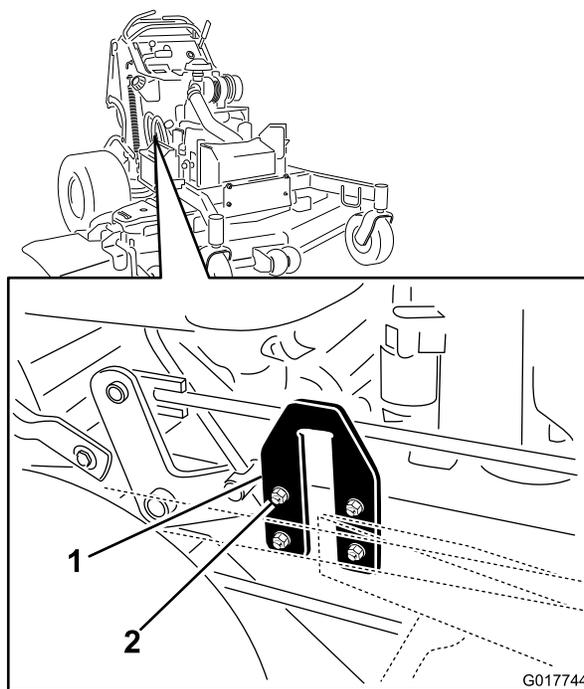

Figure 91
2. Trouvez les plaques en U sur le côté du plancher moteur (Figure 91).
3. Desserrez un côté de la plaque en U et montez ou abaissez la plaque pour réduire la différence entre les valeurs mesurées en **B** et **C** à 6 mm (1/4 po) maximum, comme montré à la Figure 91.